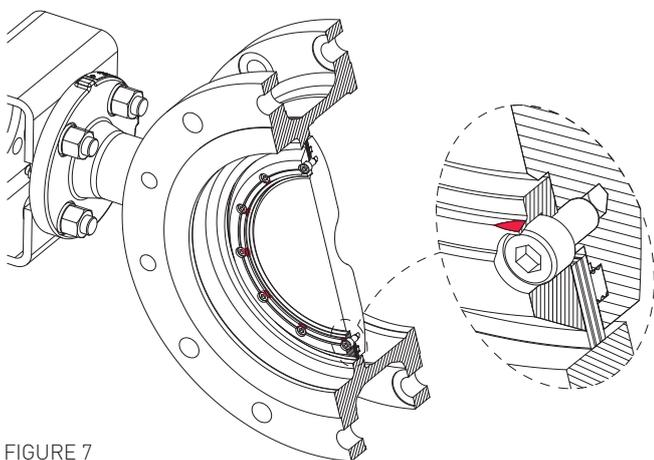

FIGURE 7
18. Si les vis de la bride de retenue d'étanchéité ont été sécurisées à l'aide de coins (sur la bride de retenue, près de chaque trou de vis), utiliser un outil de martelage pour replier les coins sur chaque vis afin d'assurer le blocage adéquat et sécurisé des vis (se reporter à la figure 7).